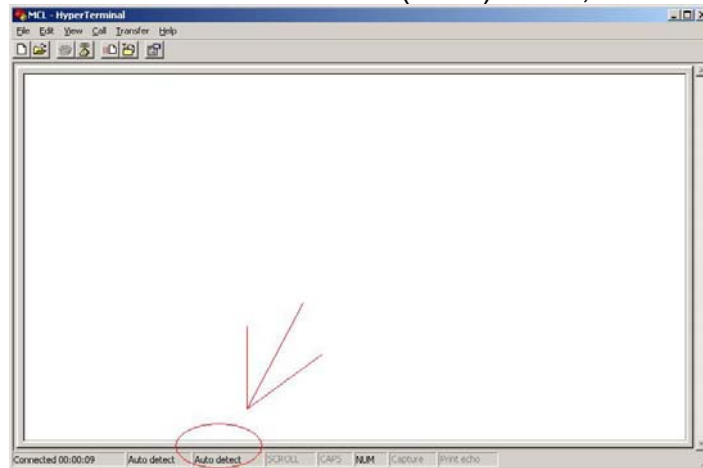

Рис.6.4
1. Нажмите кнопку „Disconnect“ как изображено на рис.6.4 ;